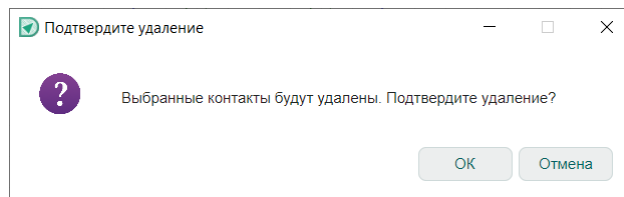

Рис. 257 Окно «Подтвердите удаление»
3. В окне «Подтвердите удаление» нажмите «ОК» для завершения операции удаления или нажмите «Отмена» для отмены операции, см. Рис. 257.